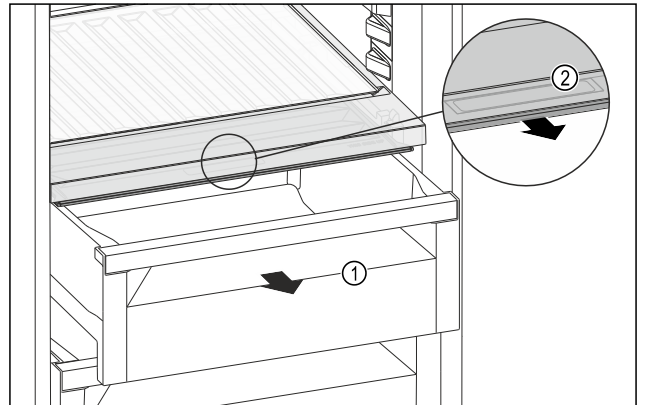

Fig. 146
- ▶ Извлеките выдвижной ящик *Fig. 146 (1)*.
- ▶ Возьмитесь за утопленную ручку *Fig. 146 (2)* на крышке отделения и одновременно потяните крышку отделения вперед.